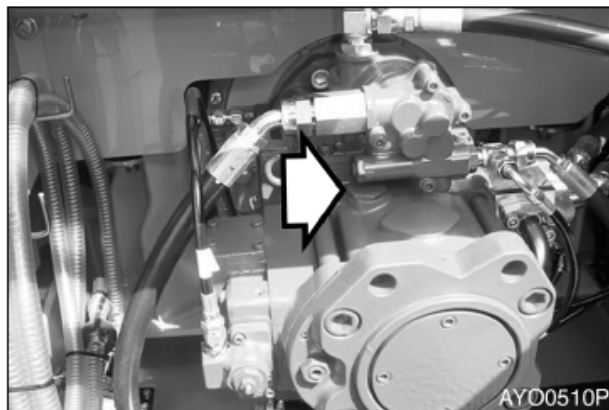

Рис. 81
11. Установить пружину (3, рис. 81) на стержень (4) и собрать крышку (2).
1. При выключенном двигателе снять заглушки вентиляционных отверстий (рис. 81), чтобы убедиться в наличии масла.
2. Если масло отсутствует, заполнить насос маслом через отверстие (рис. 81).
3. Сначала следует установить на место заглушки вентиляционных отверстий (рис. 81).
5. Медленно ослабить заглушки вентиляционных отверстий (рис. 81) несколько раз, пока гидравлическое масло не начнет вытекать через отверстие. Это подтверждает, что воздух полностью вышел.
6. Затянуть заглушки (рис. 81).